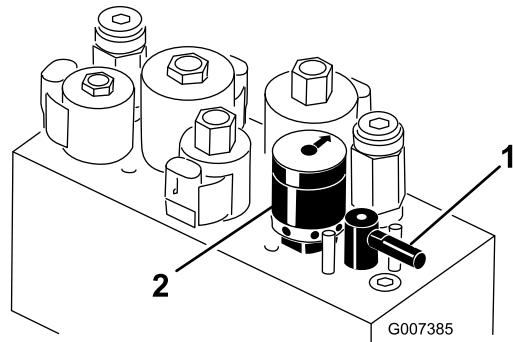

Figura 32
4. Para establecer la velocidad de los molinetes, gire el pomo (Figura 32) hasta que las flechas apunten al número que indique el ajuste deseado.